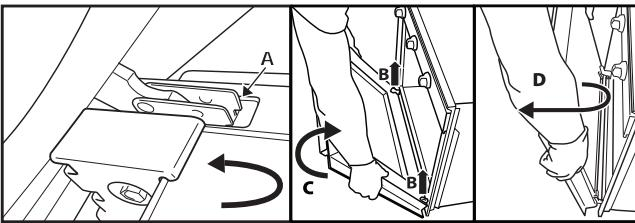

Fig.2
3. Lukk døren til den blokkeres (A), løft den opp (B) og sving den rundt (C) til den frigjøres (D) (fig. 2).